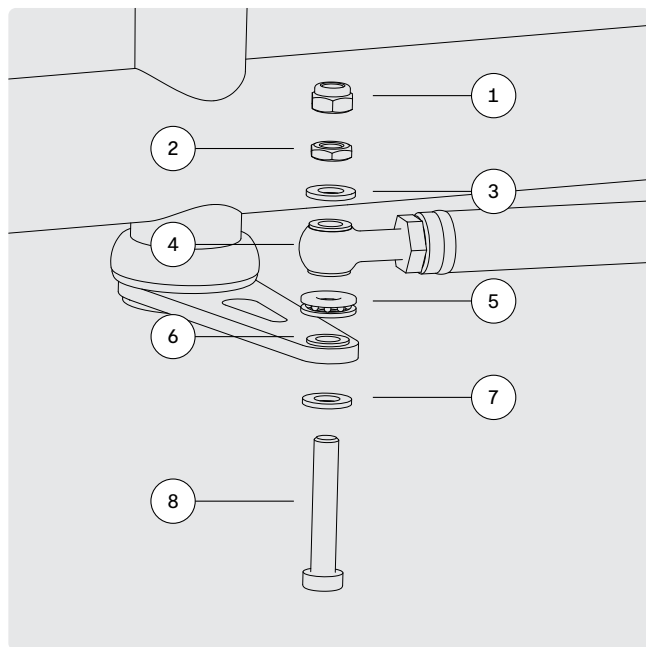

BILD 10
- 1 För styrarmen och styrstagets ögleskruv över varandra och montera de enskilda delarna ovanpå varandra i rätt ordning enligt Bild 10 på nästa sida